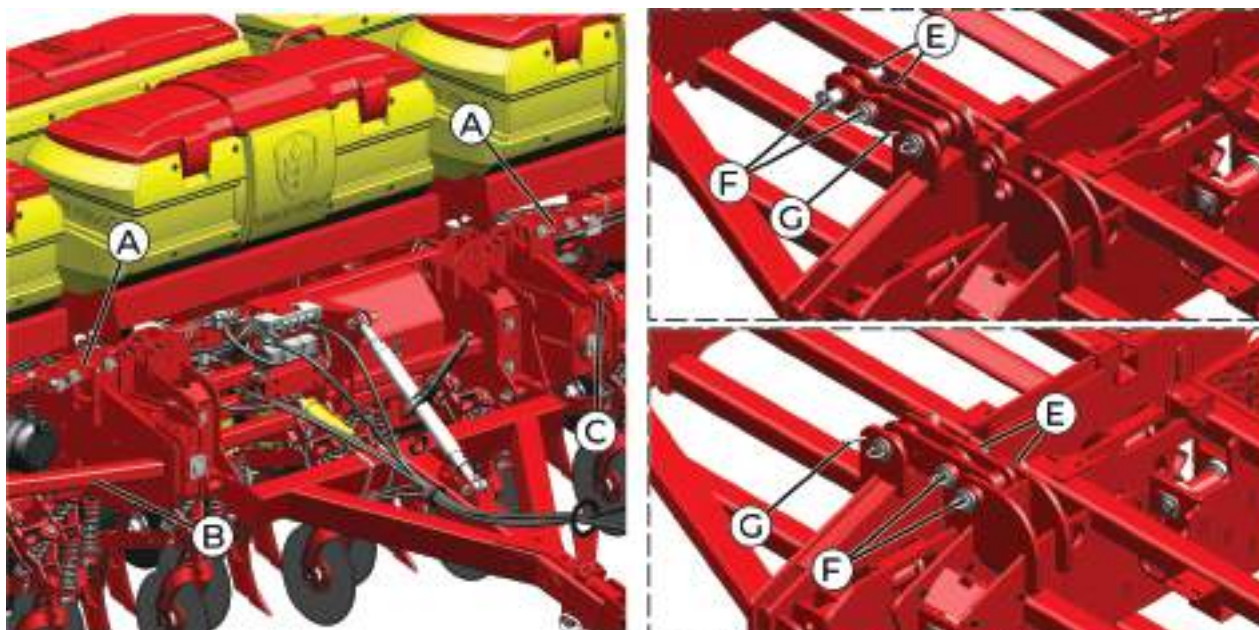

fig. 144
A trava (A) (*fig. 144*) permite o bloqueio na articulação dos chassis direito (B) e esquerdo (C). Ela só deve ser utilizada quando for realizar o transporte do implemento em caminhões ou usando dispositivos de içamento.